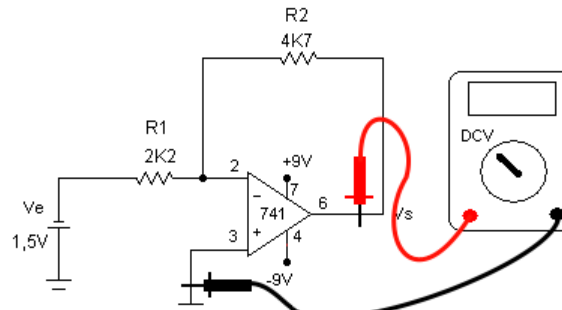
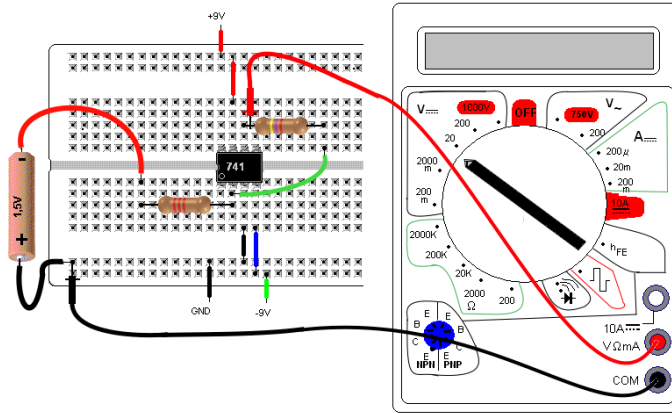

Figura 4: Circuito experimental - amplificador inversor com $V_e = -3\text{ V}$
Figura 5: Circuito experimental com inversor - layout na MP
4. Monte o circuito da Figura 4 na MP de acordo com a sugestão da Figura 5. Meça a tensão na saída.
7. No circuito da Figura 5 troque a resistência de 4k7 por uma de 22 k e meça a tensão na saída e anote.